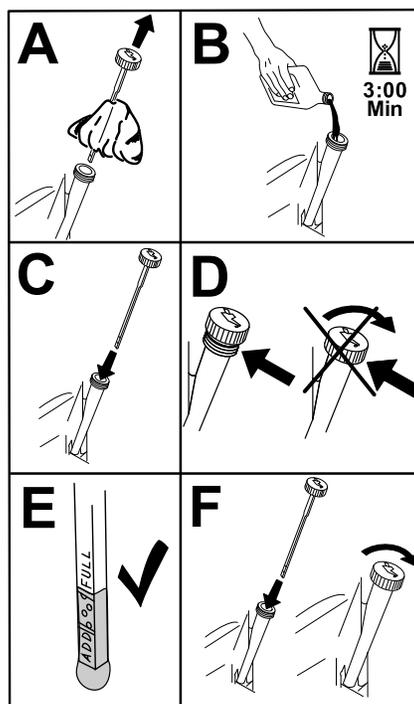

Figura 53
5. Deite cerca de 80% do óleo especificado no tubo de enchimento e adicione lentamente o óleo adicional para atingir a marca **Cheio** (Figura 53).